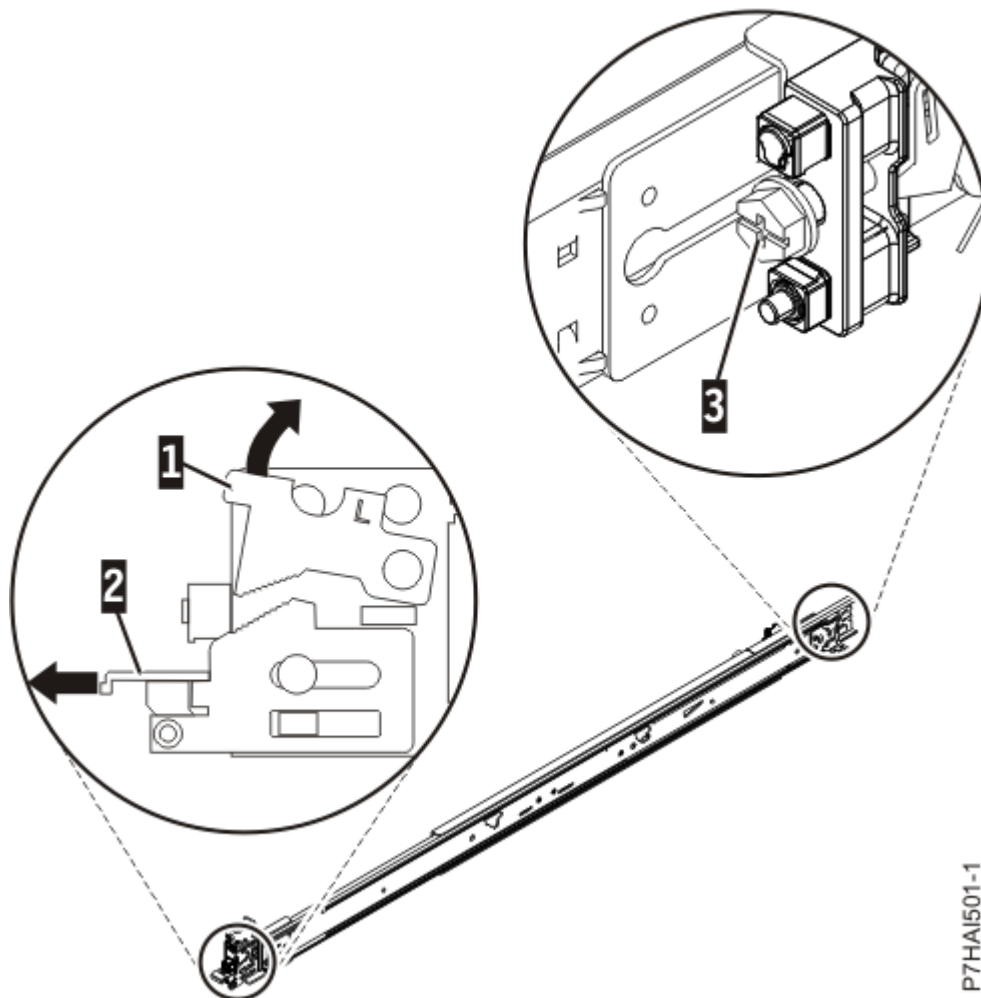

Рисунок 2. Открытие передней защелки и удаление заднего винта
2. В передней части направляющей потяните вверх фиксатор **(1)** и вытяните переднюю защелку **(2)**. Затем удалите винт из задней части направляющей **(3)**. См. Рисунок 2 на стр. 4.